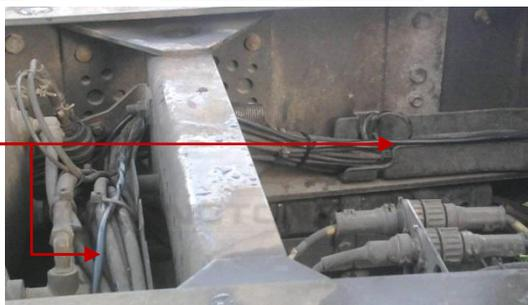

Рисунок 22 — Укладка сигнального кабеля DFM
- 3) Сигнальный кабель DFM **настоятельно рекомендуется** укладывать вместе со штатной электропроводкой ТС с обязательной фиксацией его положения стяжками каждые 50 см (см. рисунок 22).